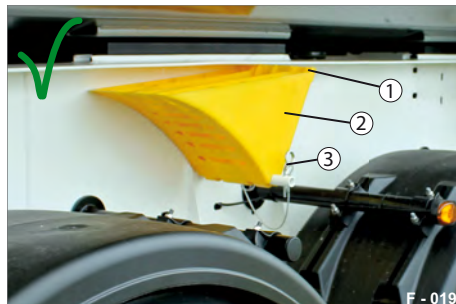

Abb. 44 Unterlegkeil gesichert
- ▶ Stecken Sie den Unterlegkeil (Abb. 44/2) auf den Haltebolzen auf.
- ▶ Stecken Sie den Federstecker (Abb. 44/3) in die Bohrung des Haltebolzens, so dass der Unterlegkeil fest sitzt.